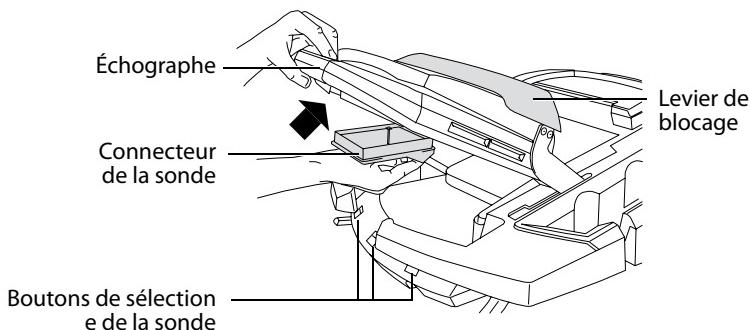

Figure 6 Connexion du connecteur de la sonde à l'échographe
- Appuyer sur le bouton de sélection de sonde du TTC pour sélectionner la sonde souhaitée. Voir Figure 6, page 15.